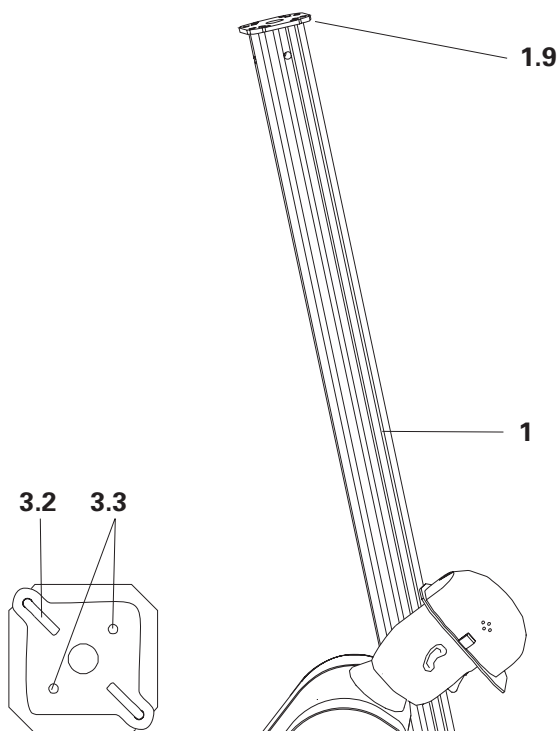

Fig. 3
2. Les goupilles de centrage **3.3** du pied s'engagent dans les alésages de la platine de pied **1.8** ou de la platine de tête de l'étais **1.9**. Fig. 3